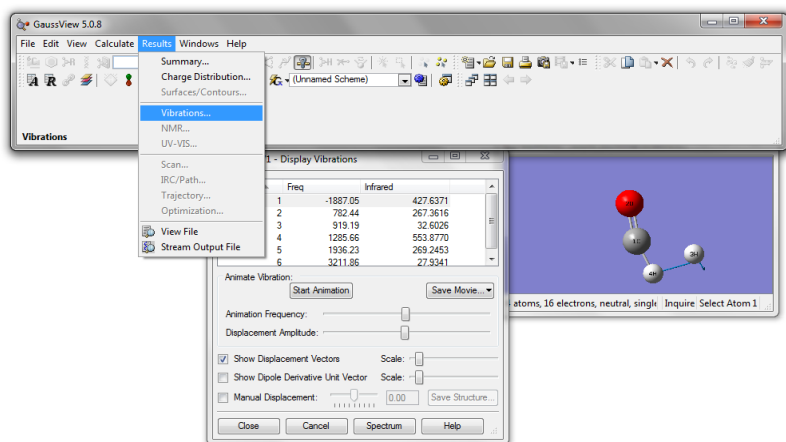

Рис. 8.3. Частоты колебаний, соответствующие переходному состоянию
3. Для того чтобы проверить соответствие полученной структуры переходному состоянию, откройте в программе *GaussView* файл TS.log, в главном меню программы выберите *Results/Vibrations*. Первая мнимая (отрицательная) частота переходного состояния составляет -1887 см^{-1} и соответствует отрыву молекулы водорода (рис. 8.3). Это видно, если нажать анимацию колебания.